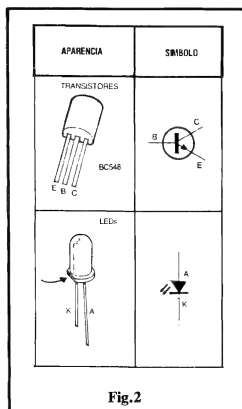
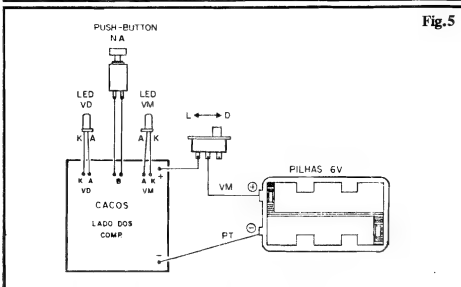

Fig. 2
Fig. 5
- FIG. 2 - PRINCIPAIS COMPONENTES DA MONTAGEM - Como é norma nas "Aulas" Práticas do ABC DA ELETRÔNICA, "damos um boi" especial aos novatos, "mastigando" a aparência, pinagem e simbologia dos componentes ativos ou polarizados, de modo que ninguém possa "alegar desconhecimento" (embora já estivesse mais do que "na hora" de todos Vocês terem decorado tais parâmetros elementares, quanto à maioria dos componentes mais usados...). Assim, a figura mostra, em detalhes, os transistores e LEDs, lembrando que nos primeiros, a referência para identificação dos terminais é o seu lado "chato", enquanto que nos segundos, o pequeno chanfro lateral (indicado pela setinha) é que ajuda a identificar as "pernas"...
- FIG. 5 - CONEXÕES EXTERNAS À PLACA - Depois de colocados e soldados os componentes que ficam sobre a placa, resta fazer as ligações das peças "externas" (LEDs, push-button e alimentação...), cujas conexões encontram-se detalhadas na figura... Atenção à identificação dos terminais dos LEDs (rever fig. 2, se preciso...) com relação às respectivas ilhas na placa. Observar também a polaridade da alimentação (fio vermelho é o positivo, fio preto o negativo), com a intervenção da chave "liga-desliga" no fio do positivo. Observar a ligação (não polarizada) do interruptor de pressão, por um par de fios finos,